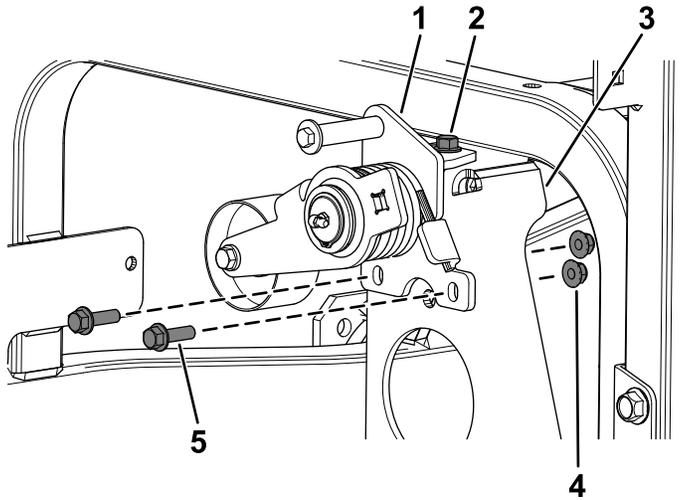

Bild 2
3. Lösen Sie die Bundkopfschraube ($\frac{3}{8}$ " x 1") mit der die Oberseite der Spannschwinge an der Pumpenhalterung befestigt ist (**Bild 2**).
4. Entfernen Sie die zwei vorhandenen Schrauben und Muttern, mit denen die Unterseite der Spannschwinge an der Pumpenhalterung befestigt ist (**Bild 2**).